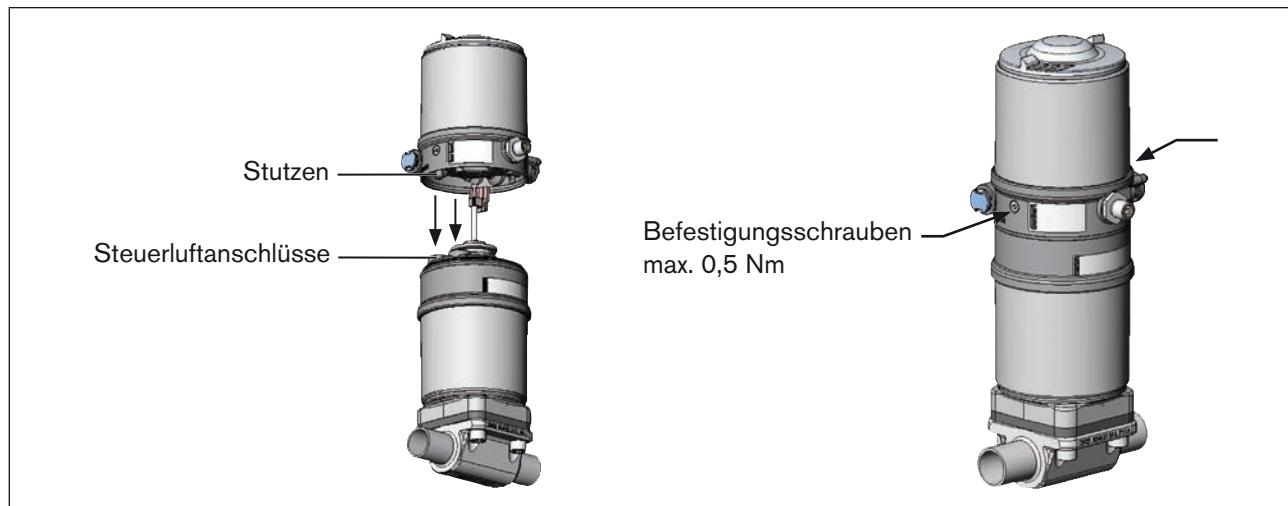

Bild 9: Montage Steuerkopf, Reihe 21xx
2. die Stutzen des Steuerkopfes in die Steuerluftanschlüsse des Antriebs (siehe auch „Bild 9:“) hineinfinden.